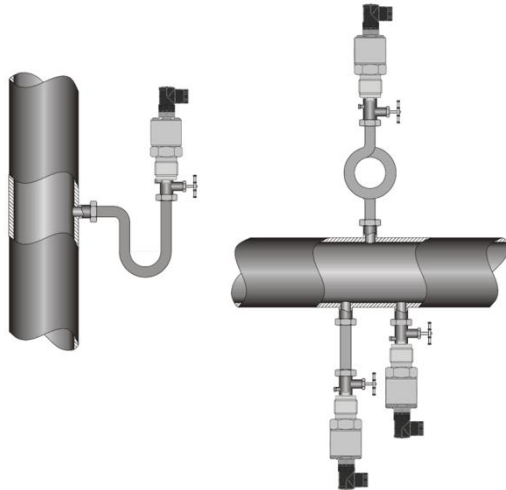

Рисунок 5. Монтаж реле для измерения давления пара.
4.5. При измерении давления пара рекомендуется использовать импульсные трубки, предварительно заполненные водой (см. рис. 5.).